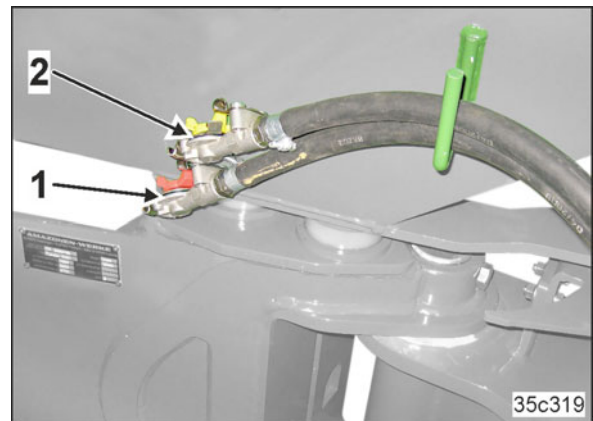

Bild 32
- en matarledning (Bild 32/1) med kopplingshandske (röd)
- en bromsledning (Bild 32/2) med kopplingshandske (gul).